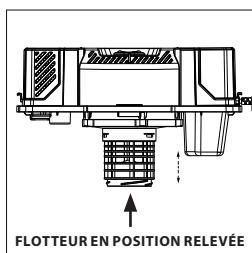

FIG. 5
- Cet aspirateur pour matériaux secs/liquides est équipé d'un mécanisme à flotteur qui monte automatiquement pour couper le flux d'air lorsque le liquide dans le réservoir atteint un niveau prédéterminé. Lorsque cela se produit, éteignez l'aspirateur, débranchez le câble d'alimentation et videz le réservoir à poussière. Vous saurez que le flotteur a coupé le flux d'air parce que l'aspiration cesse et que le bruit du moteur augmente en raison de l'augmentation de la vitesse du moteur. La capacité de liquide peut varier en fonction du taux de ramassage. (Fig. 5)